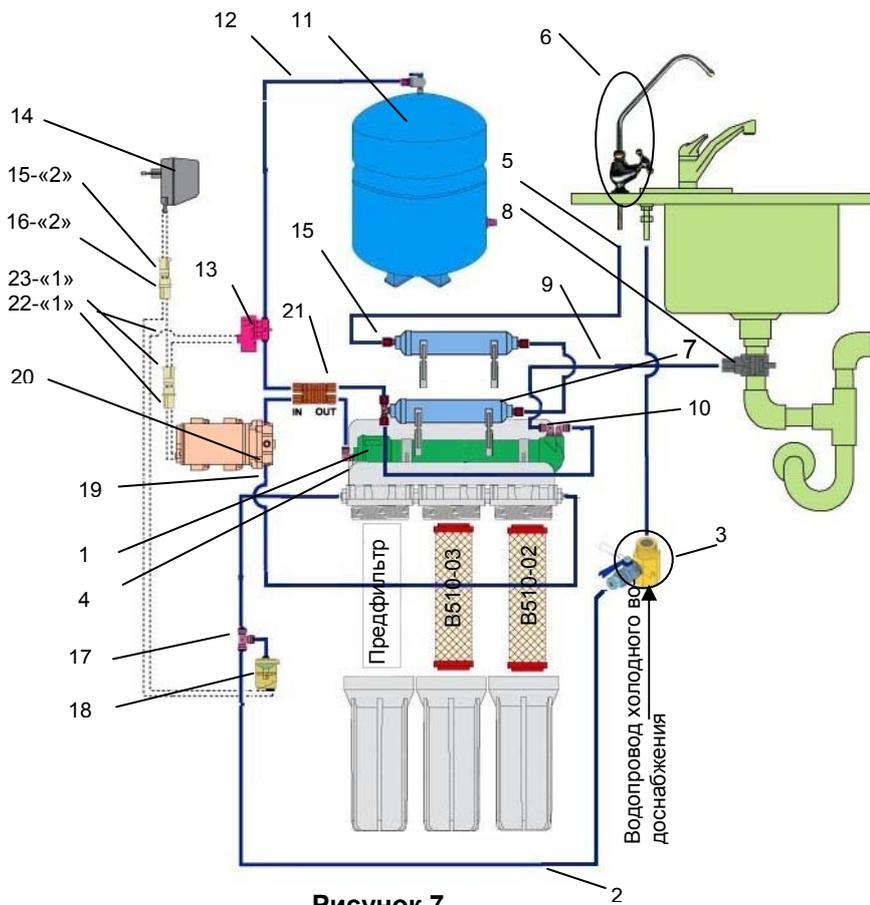

Рисунок 7
Из сети холодного водоснабжения вода поступает на вход водоочистителя и в датчик низкого давления (18 рис. 7) и проходит через блок предварительной очистки. Далее вода попадает в насос, который, создавая рабочее давление, подает ее через мембранный клапан на мембранный элемент. Корпус, в котором расположен мембранный элемент, имеет два выхода: выход чистой воды и выход дренажной воды. Через ограничитель потока дренажная вода уходит в канализацию.
- Подсоедините подводящую трубку JG, выходящую из автоматического клапана (21) (см. рис. 7) к выходу насоса (просто вставьте предварительно смоченный водой конец трубки во втулку выходного штуцера до упора на глубину примерно 15 мм).
- Соедините разъем (22)-«1» («вилка») насоса (20) с разъемом (23)-«1» («розетка») блока питания (14) (см. рис. 7)
- Соедините оставшийся разъем (15)-«2» («розетка») со свободным разъемом (16)-«2» («вилка») промаркированный цифрой «2» (см. рис. 7).
Установка водоочистителя (рис. 7)
- Отсоедините трубку JG (19) от входного штуцера насоса (20). Для этого выньте из-под пластиковой втулки стопорную клипсу. Нажмите на торец пластиковой втулки и вытяните трубку.
- Слейте через эту трубку воду в течении 15 минут, открыв основной вентиль системы холодного водоснабжения и входной кран* (см. Рисунок 7 позиция 3).
- Подсоедините трубку JG (19) к входному штуцеру насоса (20).
2. Закройте кран на баке-накопителе (флажок крана должен быть повернут перпендикулярно выходящей трубке) и откройте входной кран* (см. Рисунок 7 позиция 3).
Для замены постфильтра угольного (см. рис. 7):
Для замены минерализующего картриджа (см. рис. 7):